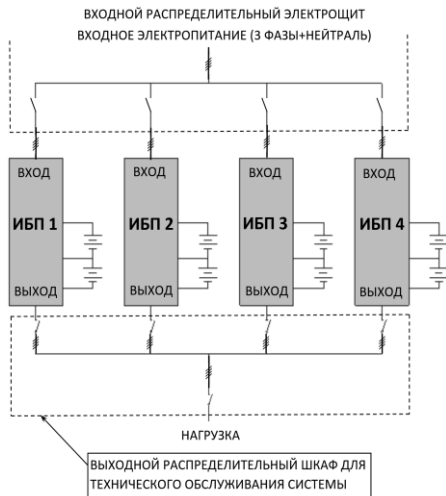
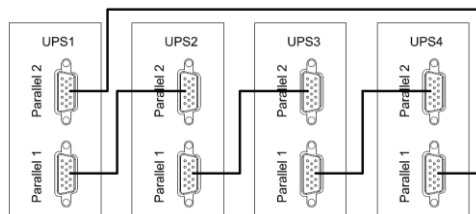

Рисунок 24 — Пример схемы подключения четырех изделий в систему параллельного резервирования с выходным распределительным шкафом.
Рисунок 25 — Схема соединения изделий в «кольцо» через параллельные порты
Изделие имеет встроенный параллельный контроллер и может работать в системе бесперебойного питания с параллельным резервированием (см. рисунок 24 и рисунок 25). Целью такой системы является либо повышение надежности (резервирование), либо увеличение общей выходной мощности (масштабирование). При исправности всех соединенных параллельно изделий (от двух до четырех) нагрузка равномерно распределяется между ними, а в случае выхода из строя одного из изделий — перераспределяется между исправными изделиями, неисправное изделие отключается от системы.
Установите дополнительные внешние выходные выключатели (см. рисунок 24) между выходными клеммами каждого изделия и общими шинами, тщательно соблюдая фазировку.
- отключите входное сетевое питания каждого изделия. Убедитесь в том, что все внешние выключатели разомкнуты (см. рисунок 24);